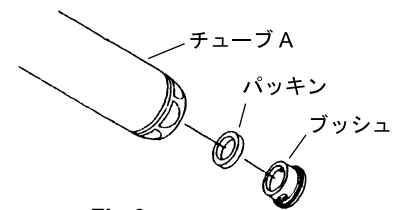

Fig.9
- 3) アダプターの中のブッシュを手で抜き取り、その奥にあるパッキンを取り出し、洗浄し摩耗、キズがないか確認してください。(Fig.9)